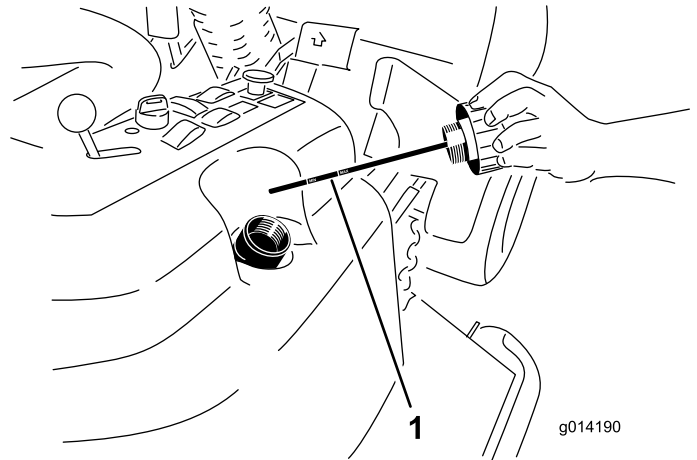

Figura 66
2. Retire el tapón de llenado de aceite hidráulico (Figura 66) del cuello de llenado.
3. Retire la varilla y límpiela con un paño limpio (Figura 66).
4. Introduzca la varilla a fondo en el cuello de llenado; luego retírela y compruebe el nivel del aceite (Figura 66).